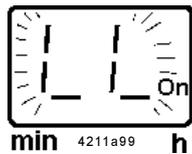

Fig. 25 – Affichage d'une signalisation de bas niveau
- En cas de signalisation de bas niveau, la pompe ne s'arrête pas tout de suite. Le cycle commencé est terminé. A la fin du temps de pause, la pompe ne redémarrera pas automatiquement. L'affichage clignotant *LL* apparaît sur le clavier à membrane ; voir Fig. 25.
- * Avant de remplir le réservoir, acquitter la signalisation de bas niveau à l'aide de la touche Fig. 25.
- En appuyant sur la touche (Fig. 25), l'affichage clignotant *LL* passera à un affichage permanent.